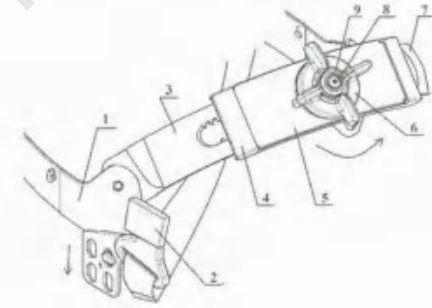

图2
1. 帽箍调节系统—通过旋转旋钮(图2部件6)来调节帽箍的尺寸。按箭头指示方向(逆时针)旋转旋钮，帽箍尺寸变小。
2. 把主锁扣(图2部件2)放在其中的一个位置，可以调节头盔佩带的高度。往箭头指示方向移动锁扣可以降低头盔佩带的高度。
3. 通过调节主锁扣上的四个孔(图2部件2)的位置和帽箍的尺寸，可以改变头盔佩带在头上的位置。